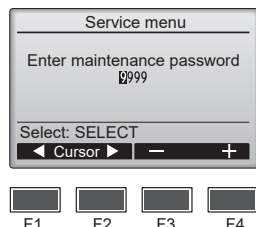

Fig. 7-2
- ① Seleccione "Service" (Revisión) desde el Menú principal, y pulse el botón [SELECT/HOLD].
- ② Una vez seleccionado el Menú Revisión aparecerá una ventana que pide la contraseña. (Fig. 7-2)